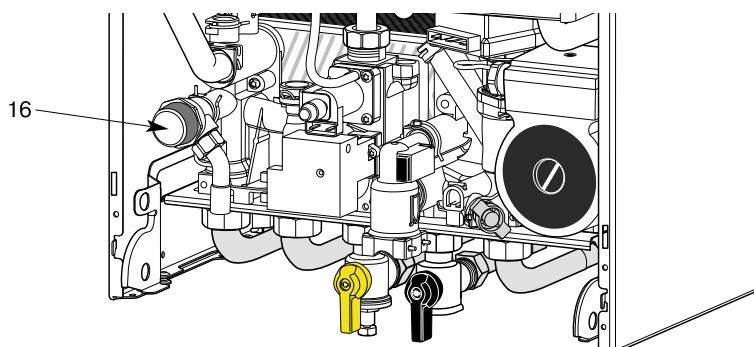

Рис. 9
- установите краны и соединительные патрубки (рис. 9)